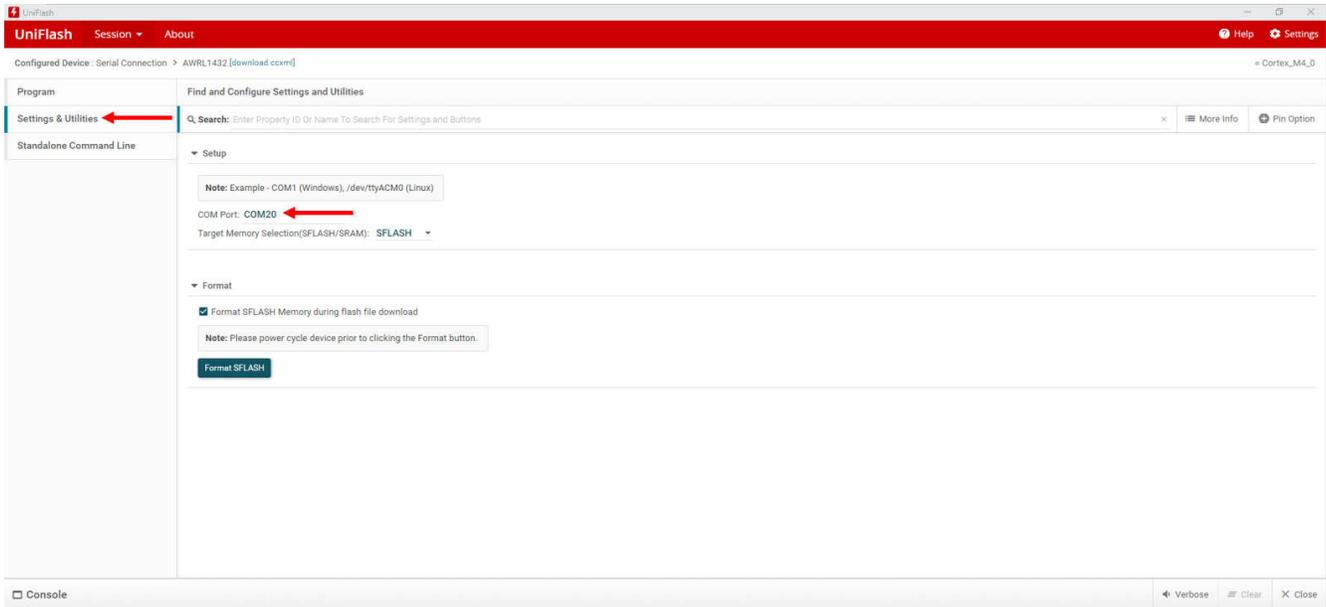

図 3-6. COM ポートの入力
6. UniFlash ソフトウェアに戻り、デバイス マネージャーで確認した COM ポート番号を入力します。その後、ウィンドウの左側にある [Program] メニューをクリックし、前のメニューに戻ります (図 3-6 を参照)。